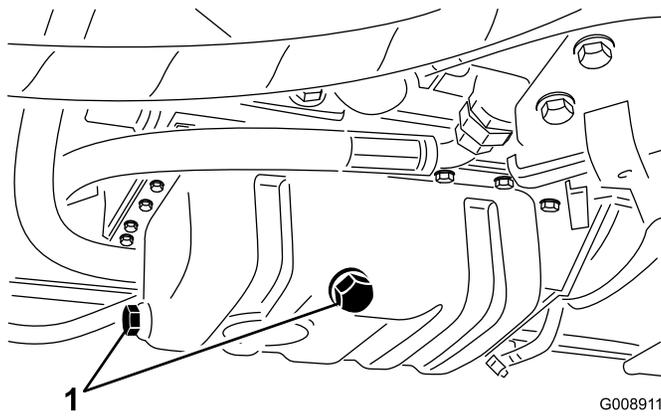

Bild 45
1. Entfernen Sie eine der Ablassschrauben (Bild 45) und lassen Sie das Öl in die Auffangwanne ab. Schrauben Sie die Ablassschraube wieder ein, nachdem das Öl abgelassen ist.